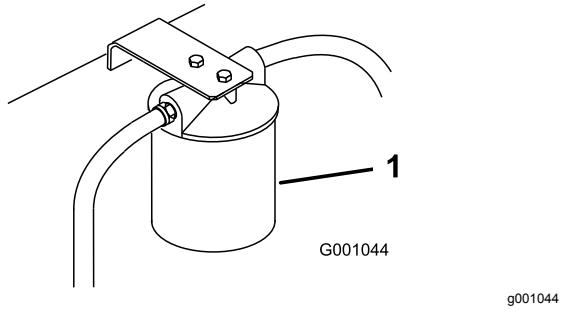

Figura 84
3. Coloque un recipiente bajo el filtro, retire el filtro usado y límpie con un paño la superficie de la junta del adaptador del filtro (Figura 84).